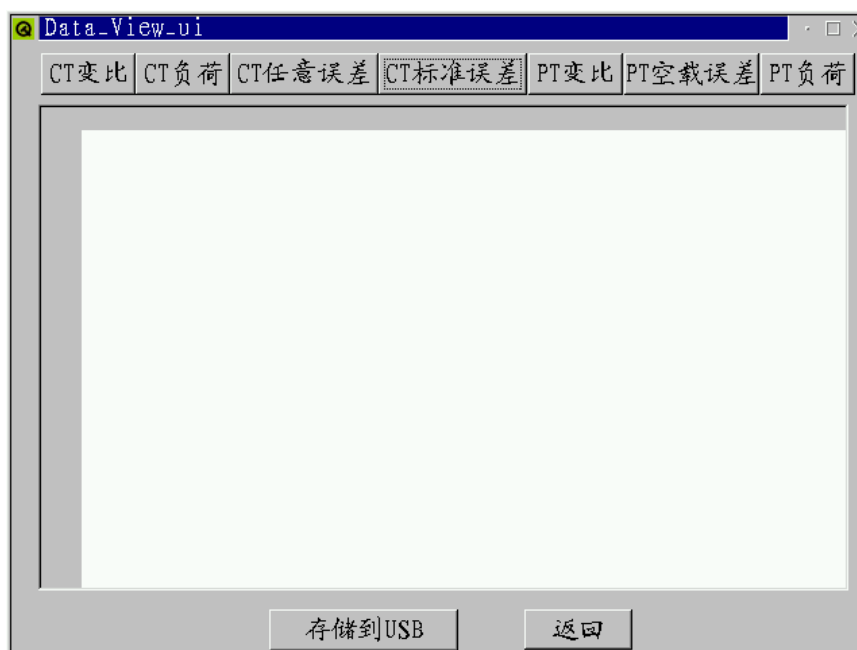

图 17
- 3、点击触摸屏的【数据浏览】处，进入的图 17 的《数据浏览》页面。